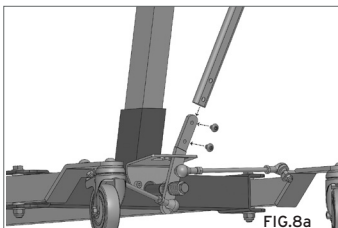

FIG.8a
- 7a. Inserire la leva per l'apertura della base e bloccarla con le sue viti. (Fig.8a - per modelli RI812-RI823-RI824-RI827-RI828)